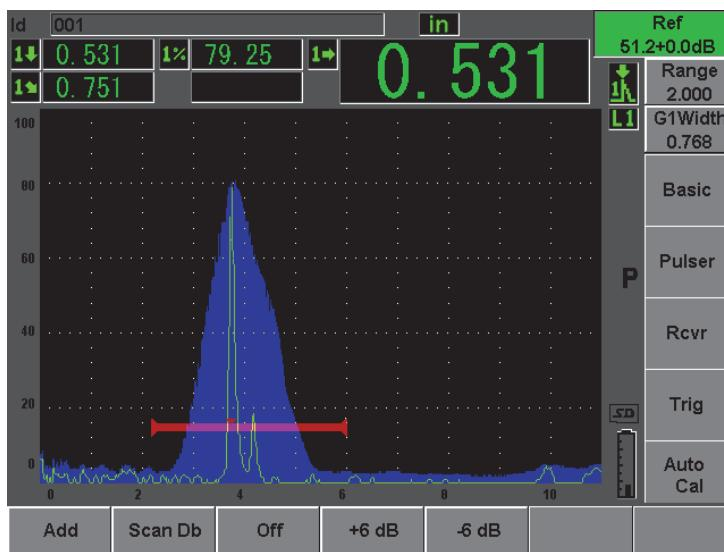

图 10-25 设置参考增益
5. 参考增益被激活后，使用 **Add** (增加)、**Scan dB** (扫查增益)、**+6 dB**、**-6 dB** 及 **Off** (关闭) 参数，对扫查增益进行调整 (参见第 186 页的图 10-25)。要了解更多关于这些功能的信息，请参阅第 114 页的 6.3 部分。